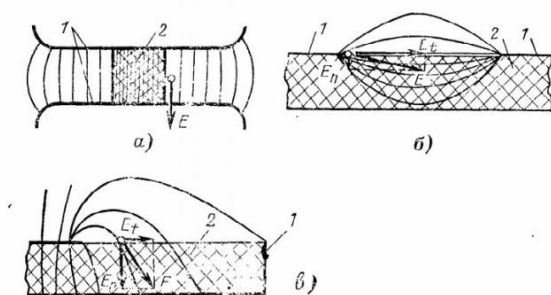

Figure 1 Рис. 1. Характерные расположения твердого диэлектрика в электрическом поле.
Многообразие изоляционных конструкций с твердым диэлектриком может быть сведено к трем характерным случаям. На рис. 1,а показано размещение диэлектриков в однородном поле. Поверхность раздела диэлектрика и воздуха расположена вдоль силовых линий электрического поля. На рис. 1,б, в показано положение диэлектрика в конструкциях с неоднородным полем. В первом случае (рис. 1,б) во всех точках поверхности диэлектрика, за исключением очень малых ее участков вблизи электродов, тангенциальная составляющая напряженности поля E_t преобладает над нормальной составляющей E_n . В другом случае (рис. 1,в), наоборот, нормальная составляющая много больше тангенциальной составляющей напряженности поля.
1. Диэлектрик, помещенный в однородном поле (рис. 1,а), казалось бы, не нарушает постоянства напряженности поля, и поэтому естественно было бы предположить, что пробой такого промежутка может произойти в любом месте и разрядное напряжение окажется таким же, как и для чисто воздушного промежутка. Однако в действительности разряд происходит всегда по поверхности диэлектрика и при напряжении, более низком, чем в воздушном промежутке.
В реальных изоляционных конструкциях твердый диэлектрик редко располагается в однородном поле. Чаще конструкция, показанная на рис. 1,а, используется для исследования характеристик разряда по поверхности диэлектрика.
2. Расположение диэлектрика по рис. 1,б характерно для опорных изоляторов. Электрическое поле в этой конструкции неоднородно, поэтому разрядные напряжения ниже, чем в случае, показанном на рис. 1,а.
3. В конструкции по рис. 1,в, характерной для проходных изоляторов, у короткого электрода при относительно небольшом напряжении возникает коронный разряд в виде полоски ровного и неяркого свечения. При увеличении напряжения область коронирования расширяется и на поверхности диэлектрика появляются многочисленные слабосветящиеся каналы (стримеры), направленные в сторону противоположного электрода.
Для изучения разрядных напряжений в однородном поле используется промежуток между двумя дисками с закругленными краями (рис. 1,а). В промежуток помещаются диэлектрические цилиндры разной высоты, сделанные из гигроскопичного и малогигроскопичного материалов.
- 2.1. Определить разрядные напряжения воздушных промежутков длиной l , равной 1, 2, 3 и 4 см между дисками с закругленными краями см. рис. 1,а. (Длина промежутков устанавливается по шаблонам.)